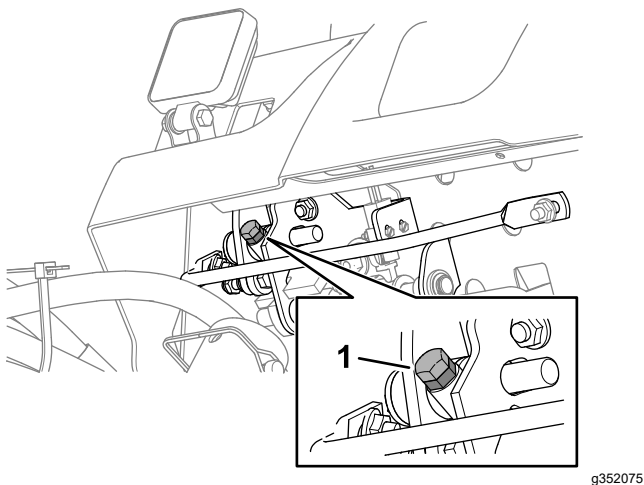

Figure 91
- Pour réduire la vitesse de tonte, tournez la vis de butée (Figure 91) dans le sens horaire.